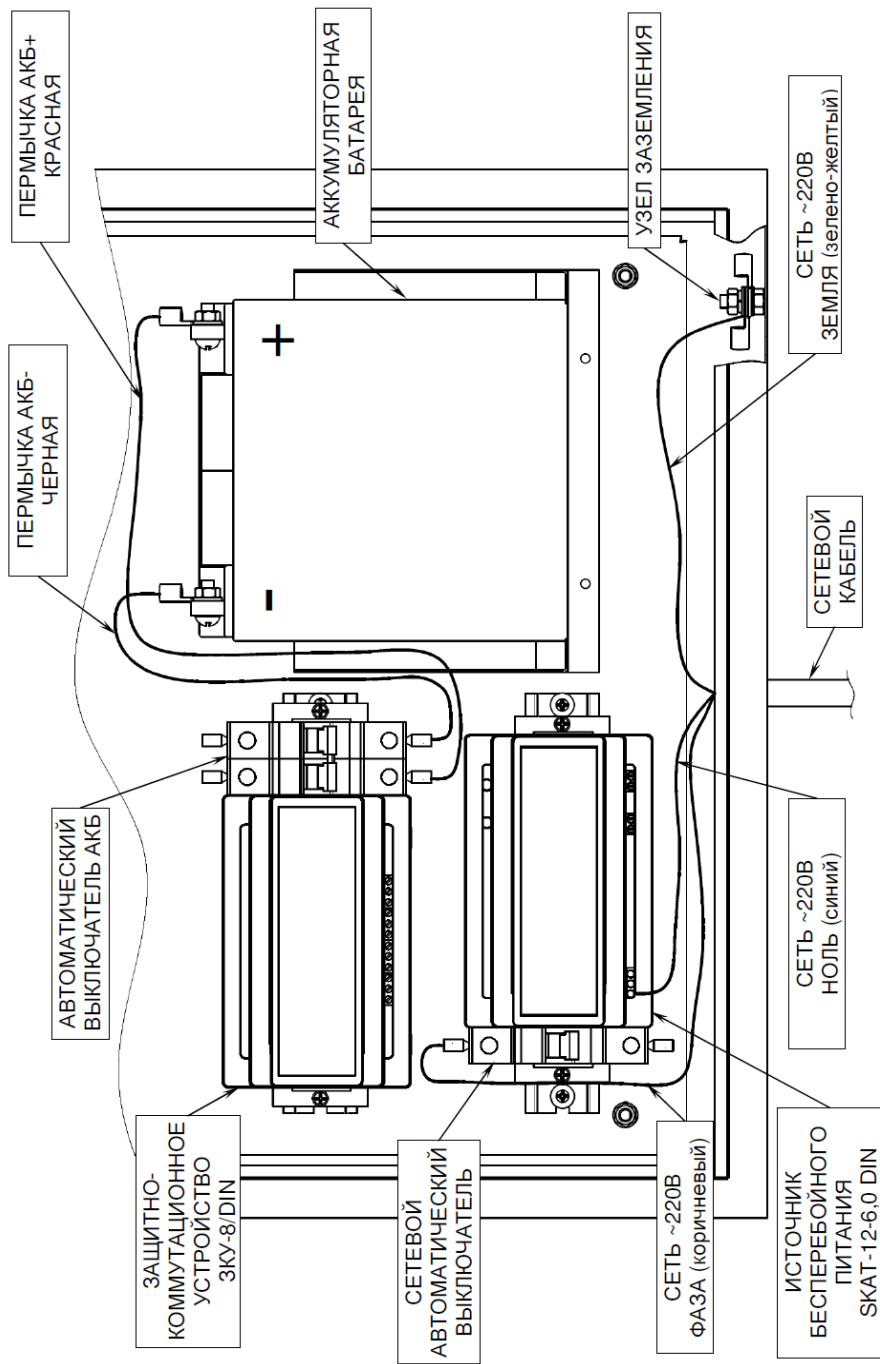

Рисунок 2 – подключение сетевого кабеля и АКБ
- убедиться в том, что все автоматические выключатели находятся в выключенном положении, в противном случае - выключить их, подключить к шкафу провода питающего сетевого напряжения (см. рисунок 2) и провода, подключаемые к оборудованию, размещенному в шкафу;